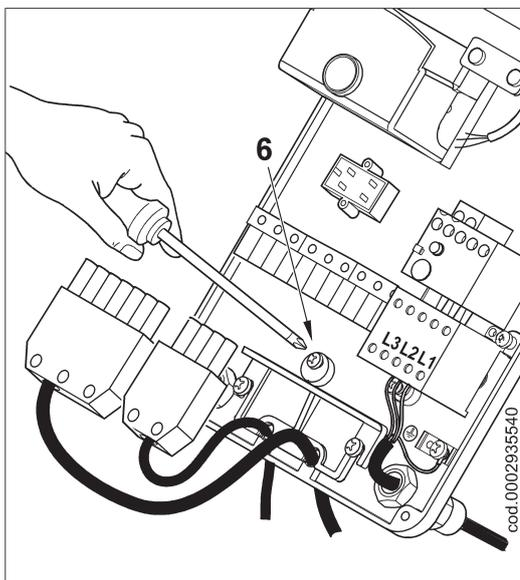

Abbildung 3
- 3) Die Zugentlastung wieder gemäß Abbildung 3 positionieren. Den Exzenter (6) so drehen, dass die Zugentlastung einen angemessenen Druck auf die beiden Kabel ausübt und anschließend die Schrauben zur Befestigung der Zugentlastung anziehen. Abschließend die beiden Stecker mit 7 und 4 Pins anschließen (siehe Abbildung 4).